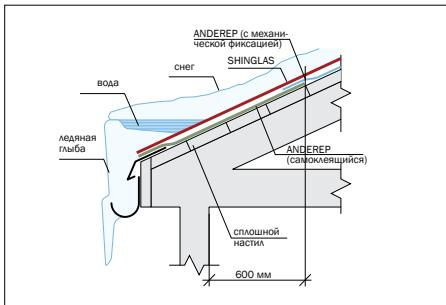

Рис. 8
**Примечание:** Для форм нарезок СОННАТА, АККОРД, ТРИО и БОБРОВЫЙ ХВОСТ допустимо применять подкладочной ковер только в местах наиболее вероятных протечек (по периметру кровли – полосы подкладочного ковра по 50 см шириной, в карнизном свесе – завести ковер на 60 см от внутренней стены к коньку (рис. 8), ендove – ширина 1 м, кровельных проходок – 1\*1 м и мансардных окон – 50 см) при этом сроки и условия по гарантии изменяются и будут подобны другим производителям. Согласно климатическим особенностям Российской Федерации данное условие распространяется только для следующих регионов: ЮФО, СКФО, ПФО, ЦФО, СЗФО.